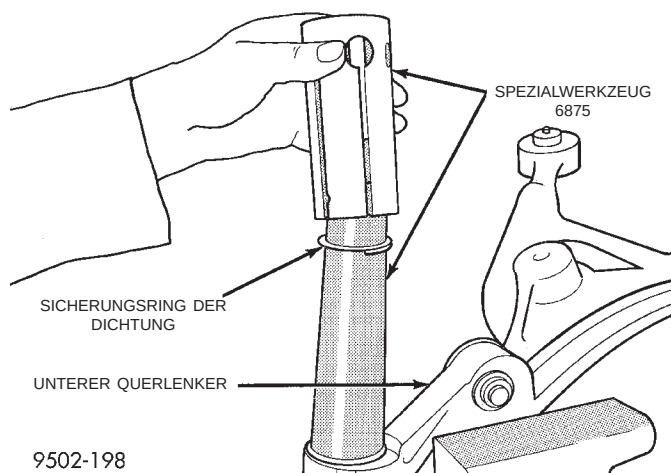

Abb. 109 Sicherungsring und dehnbare Hülse am Werkzeug montiert
(5) Sicherungsring auf das Einbauwerkzeug 6875-1 legen (Abb. 109). Dann die dehnbare Hülse, Spezialwerkzeug 6875, über den Konus des Spezialwerkzeugs schieben (Abb. 109).